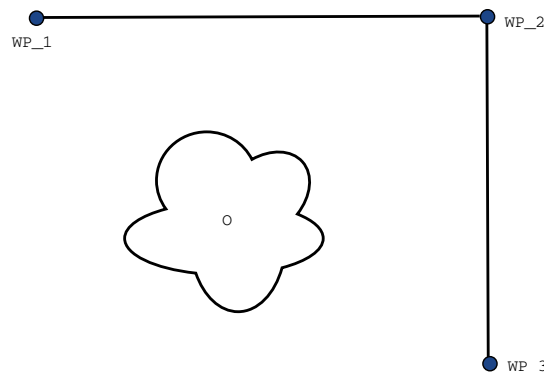

FIGURE 15.2 – WP_1 : position initiale, WP_2 : via point, WP_3 : position de ramassage, O : obstacle.
Exemple Considérez une application de ramassage et de placement comme un exemple (voir la figure 15.2), où le robot est actuellement au Point de passage 1 (WP_1), et elle doit ramasser un objet au Point de passage 3 (WP_3). Pour éviter les collisions avec l'objet et les autres obstacles (O), le robot doit s'approcher WP_3 dans la direction venant du Point de passage 2 (WP_2). Donc trois points de passage sont introduits pour créer un chemin qui répond aux exigences.